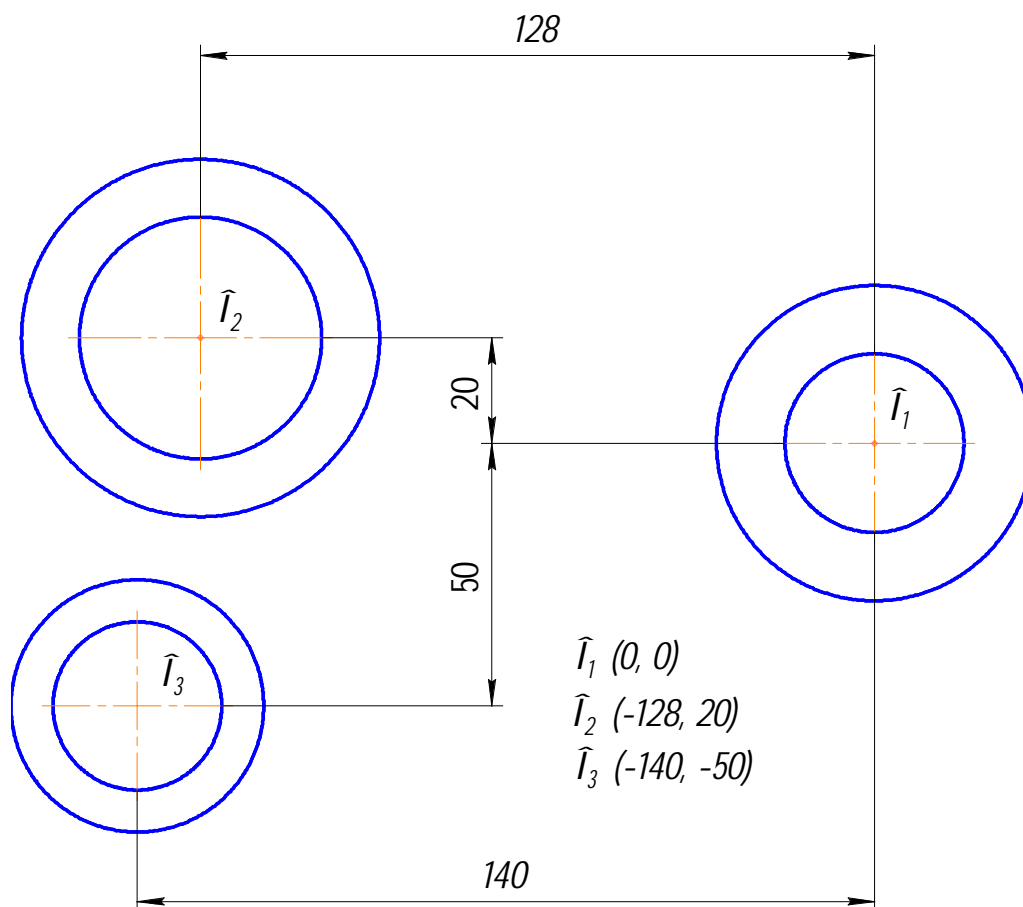

Рис. 75
2. Постройте окружности, рис. 75.
2. С помощью команды **Ввод окружности**  постройте две окружности с центром в начале координат ( $O_1$ ), рис. 75, радиусами:  $R17$  и  $R30$ . Для этого подведите курсор к началу координат и зафиксируйте положение центра нажатием левой кнопки мыши, нажмите кнопку **Запомнить состояние**  на Панели специального управления. Введите с клавиатуры значения: «17» [Enter], «30» [Enter]. Постройте две окружности с центром, имеющим координаты  $O_2(-128, 20)$  и соответственно радиусы:  $R23$  и  $R34$ . Выполните центровые линии (**Обозначение**  – **Обозначение центра** ) на окружностях, имеющих меньший радиус, рис. 75.